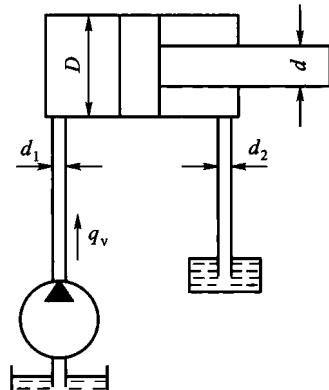

图 1.4
**例 4** 如图 1.4 所示, 液压泵以  $q_v = 25 \text{ L/min}$  的流量向液压缸供油, 液压缸直径  $D = 50 \text{ mm}$ , 活塞杆直径  $d = 30 \text{ mm}$ , 进、回油管直径  $d_1 = d_2 = 10 \text{ mm}$ , 试求活塞的运动速度及油液在进、回油管中的流速。能否直接应用连续性方程计算两油管中的流速?